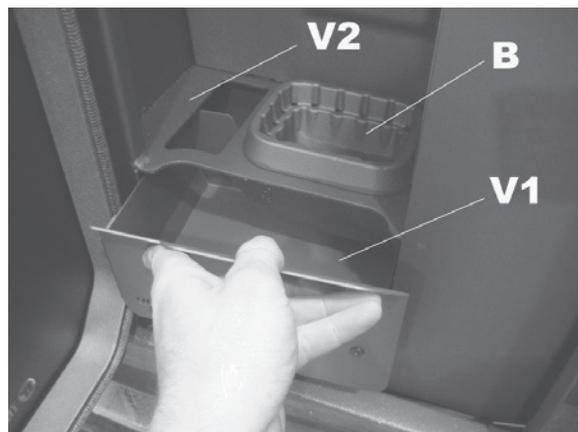

Figure 2
- **Une fois tous les 3 jours** : Tirer et relâcher plusieurs fois les tiges de nettoyage des turbulateurs (Figure 2).